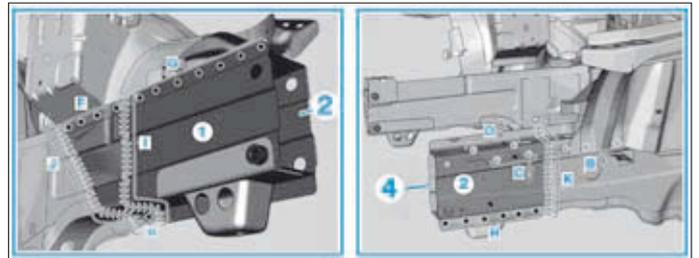

FIG. 6
- sur la partie avant du revêtement (2) des trous de rivet de Ø 6,7 mm dans les zones (C et D).
- Déposer la partie avant du longeron (1), la partie avant du revêtement (2) et l'équerre de renfort (4).
- l'équerre de renfort (4), la riveter sur la partie avant du longeron avec un rivet à tête plate, à tête ronde de Ø 6,4 x 14 mm, dans les zones (A) et (B),
- la partie avant du longeron (1), l'ajuster et la fixer avec une équerre de redressement (3).
- Souder par cordons MAG la partie avant du longeron (1) dans la zone (J) ou (I) puis meuler les points de soudure (Fig.6).